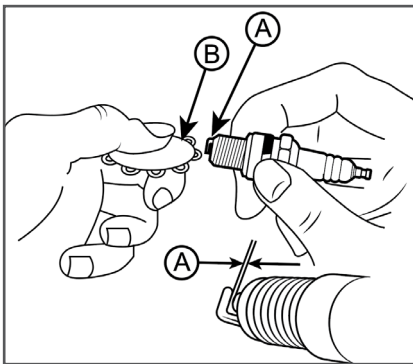

Рис. 13 Обслуживание свечи зажигания
4. Измерьте зазор между электродами свечи зажигания специальным щупом. Зазор должен быть 0,7-0,8 мм (Рис. 13). При увеличении или уменьшении требуемого зазора, рекомендуется заменить свечу, так как регулировка зазора может привести к изменению качества искробразования.